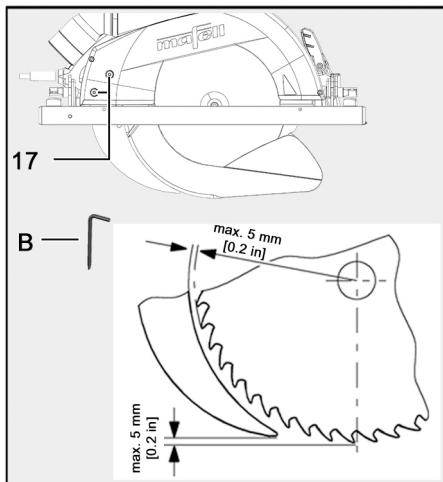

Fig. 43: Distancia de la cuña de partir a la hoja de sierra
- Respete la distancia máxima con la hoja de sierra (ver Fig. 43: Distancia de la cuña de partir a la hoja de sierra).